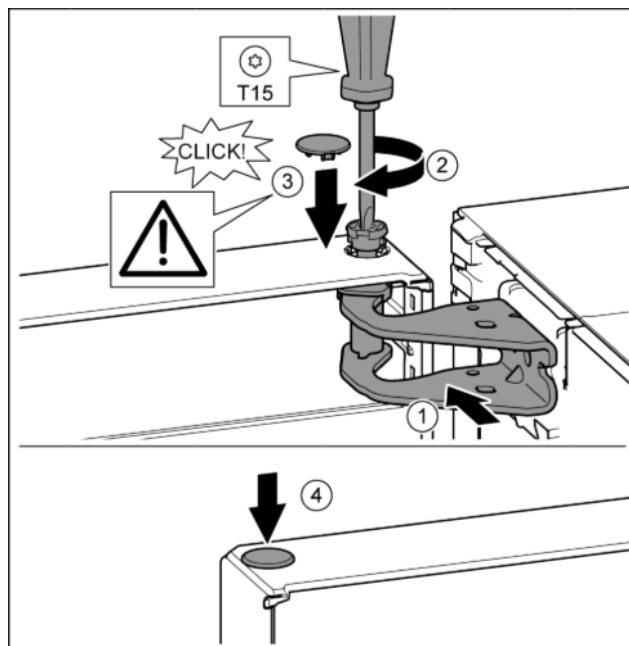

Fig. 18
- ▶ Dveře nahoře vyrovnejte s otvorem ve stojanu ložiska. Fig. 18 (1)
- ▶ Vložte čep a pevně jej utáhněte šroubovákem T15. Fig. 18 (2)
- ▶ K zajištění dveří namontujte bezpečnostní kryt: Bezpečnostní kryt nasad'te a zkontrolujte, zda přiléhá na dveře. V opačném případě čep zcela zasuňte. Fig. 18 (3)
- ▶ Vložte zátku. Fig. 18 (4)